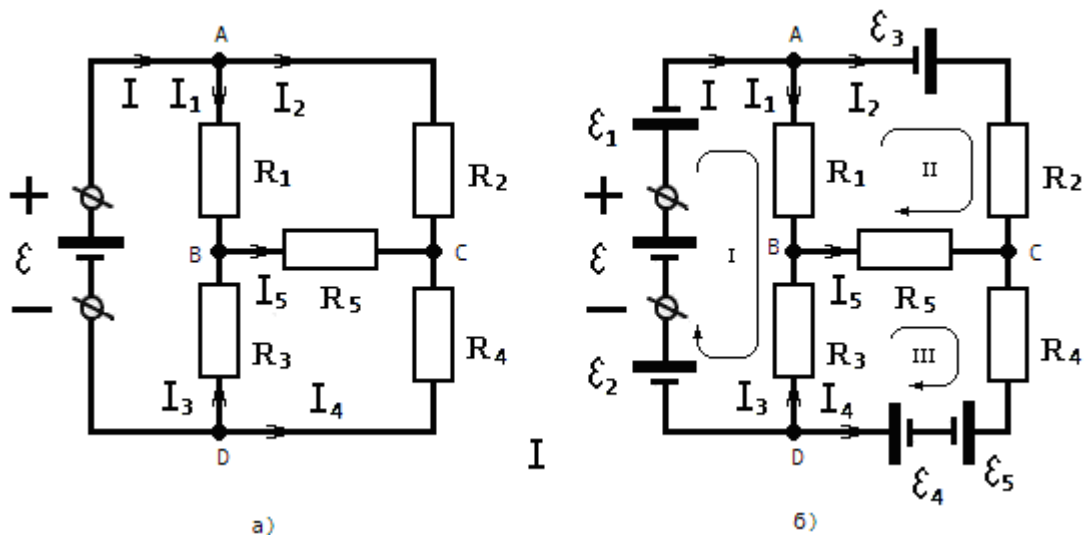

Рис. 4. а) мостовая схема с одним источником ЭДС; б) – мостовая схема с несколькими источниками ЭДС.
Еще один метод, позволяющий определить эквивалентное сопротивление R указанной цепи, это использование правил Кирхгофа. На их основе в электро-, радиотехнике решают множество задач, не только для постоянного, но и переменного токов. Рассмотрим эти правила, на основе схемы Рис. 4.
Ветвь электрической цепи - ее участок, по которому проходит один и тот же ток. Это АВ, АС, ВС, CD и др. на Рис. 4.
Узел – точка разветвления цепи, к которой подходит не менее трех ветвей. На Рис. 4 узлами являются точки А, В, С и D.
Контур электрической цепи – часть электрической схемы (или вся, если в схеме один контур), где для электрического тока существует замкнутая цепь. На Рис. 4 б) обозначены контуры I, II и III. Возможен еще и контур IV (из элементов $\varepsilon, \varepsilon_1-\varepsilon_5, R_2, R_4$), но на схеме он не обозначен.
Чтобы лучше уяснить суть второго правила Кирхгофа, в схему Рис. 4 а дополнительно добавлены источники напряжения с ЭДС ε_1 – ε_5 (Рис. 4 б). Для составления уравнений по второму правилу Кирхгофа, в схеме:
На Рис. 4 б положительно-выбранные направления для контуров I, II и III указаны стрелками. Они (направления) могли быть и обратными.
Для схемы Рис. 4 б это, когда при обходе контура, идем от «-» батарейки к «+». Если же, при обходе контура в источнике напряжения идем от плюса к минусу, то, перед ε ставим минус. Это есть алгебраическое сложение напряжений источников ЭДС.
4. Определение токов в ветвях разветвленной электрической цепи. В соответствии правил Кирхгофа, для схемы Рис. 4 а составить систему уравнений и найти токи во всех элементах (ветвях) электрической цепи.
Таблица 2. Распределение токов в мостовой схеме Рис. 4 а